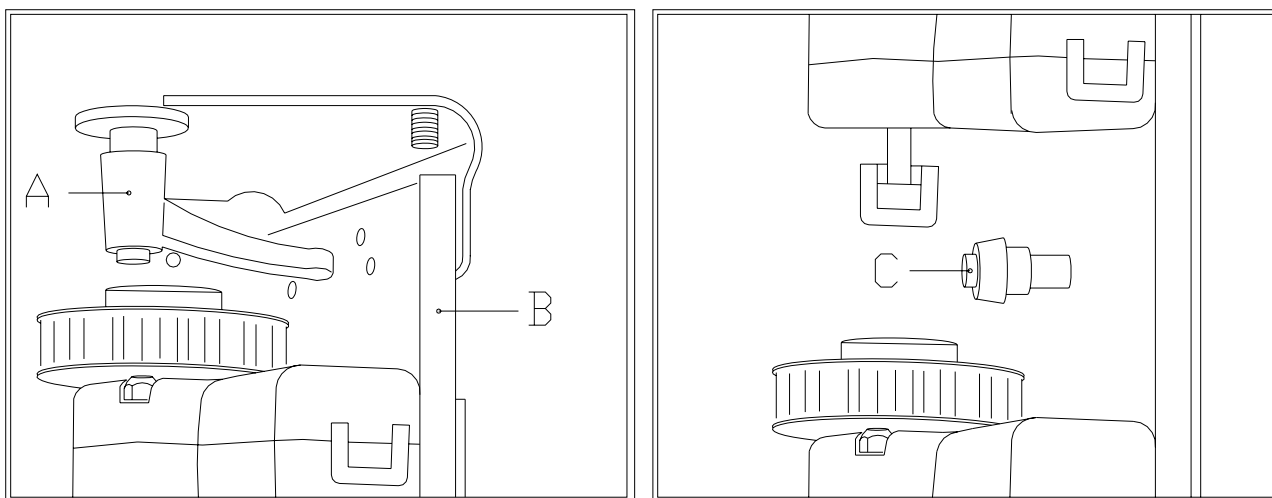
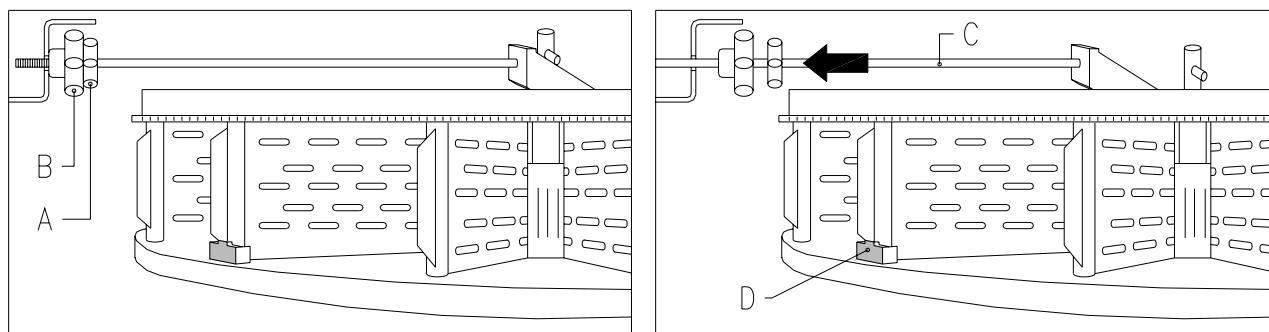

FIG. 6
FIG. 7
### 8.1 SACAR LA COLUMNA DE BANDEJAS FIG. 6 - FIG. 7
- Aflojar las manillas pos. A FIG. 6, tanto arriba como abajo. Además, deben aflojarse los 3 espárragos roscados pos. C FIG. 6, que hay a lo largo del montante de los motores espaciados regularmente, por último desplazar el grupo motores pos. B FIG. 6 de manera que los engranajes se desenganchen;
- Desenganchar la varilla de bloqueo de la columna y sacarla como ilustrado en la FIG. 7;
- Acercar el grupo motores controlando que todos los engranajes estén correctamente engranados, esta operación resulta más fácil actuando en los 3 espárragos roscados (pos. C FIG. 6), por último fijar las dos manillas, tanto arriba como abajo.
Al encender la máquina, ésta ejecuta una rotación automática de todas las bandejas hasta que el tope pos. D FIG. 7 no está delante del sensor, para poner a cero la máquina.